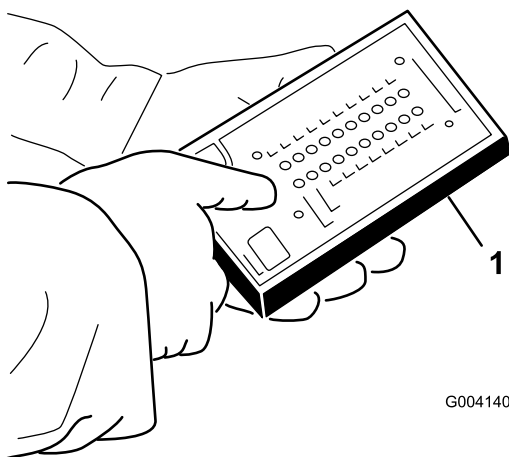

**Figura 18**
3. Localize os fios e os conectores junto ao controlador (Figura 18).